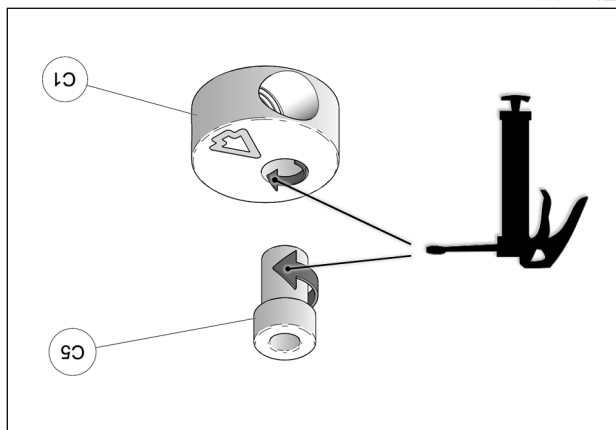

Fig. 16
8. À l'assemblage, les bagues espacateurs (C5) doivent être graissées. Appliquer une couche de graisse uniforme sur toute la circonférence de la bague espacateur et dans le logement du disque en aluminium (C1). Voir la Fig. 16